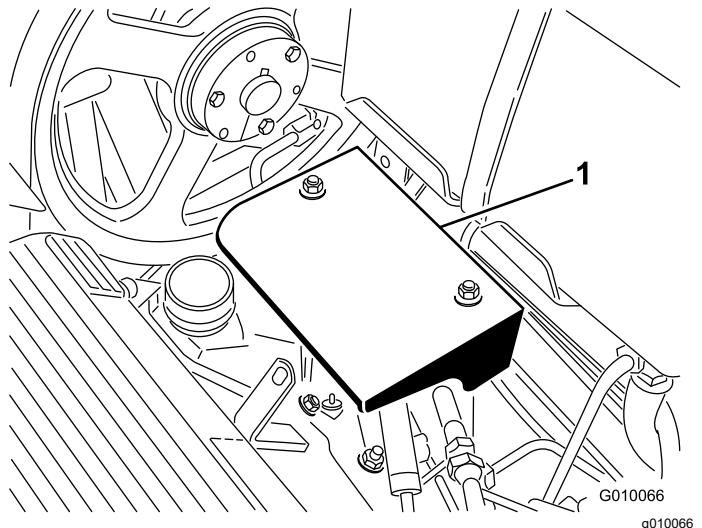

Bild 57
3. Entfernen Sie die beiden Befestigungsmuttern des Pumpenschutzblechs und nehmen Sie das Schutzbzlech ab (Bild 57).